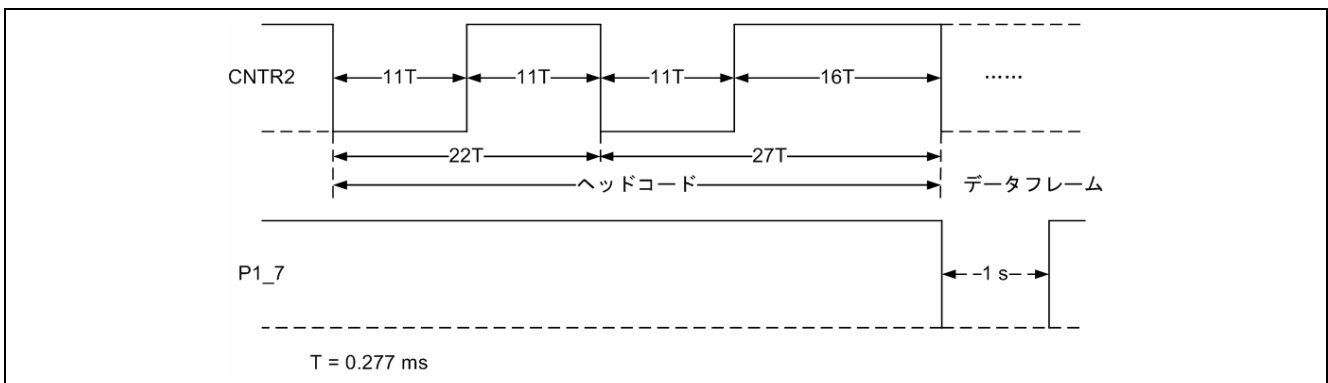

図 2 赤外線リモコン信号の波形
- (1) リモコン信号を CNTR2 端子から入力します。図 2 に波形を示します。
- (2) リモコン信号のヘッドコードは二つのパルス周期で定義します。一番目パルスの周期は 22T (6.094 ms ± 5%)、二番目パルスの周期は 27T (7.479 ms ± 5%)。
- (3) リモコン信号の正当性は二つのパルス周期の測定値により判別します。リモコン信号を有効と判別した場合、連続して受信できます。この応用例では、有効な信号を受信すると、ポート P1_7 から 1 秒間 “L” レベルを出力し、LED を点灯します。